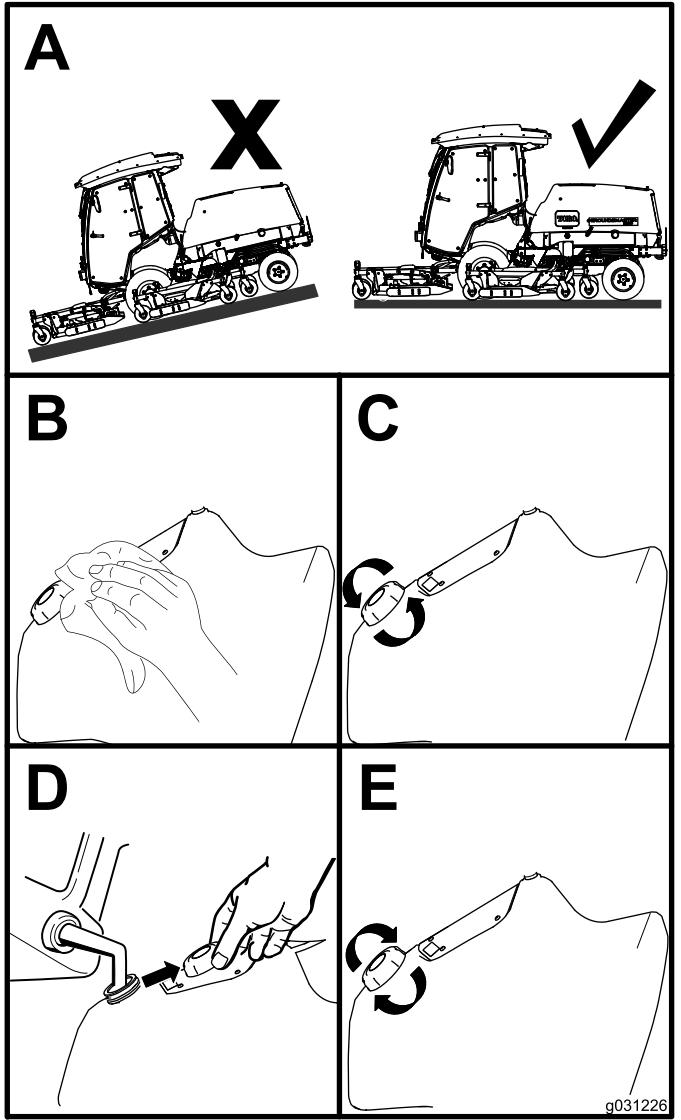

Bild 16
1. Stellen Sie die Maschine auf eine ebene Fläche (Bild 16).